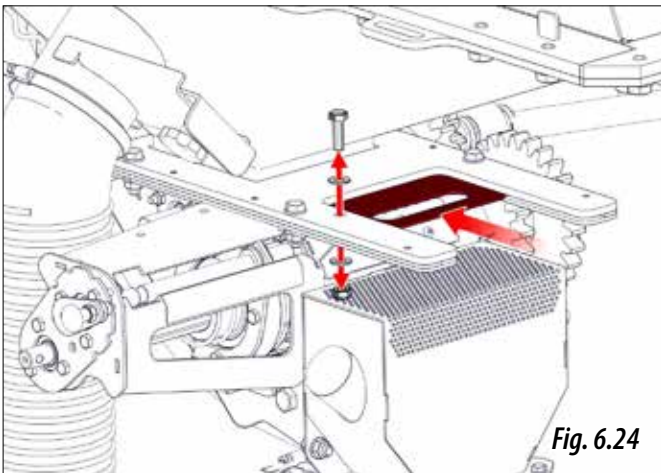

Fig. 6.24
- 1- Închideți sertarul de blocare (Fig. 6.24).